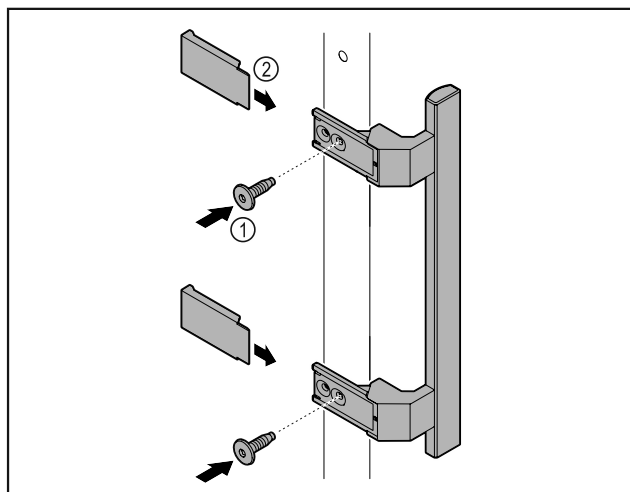

Fig. 2
- ▶ Montirajte ručku iz vrećice s priborom s pomoću priloženih vijaka Fig. 2 (1) na vrata.
- ▶ Postavite poklopac Fig. 2 (2).